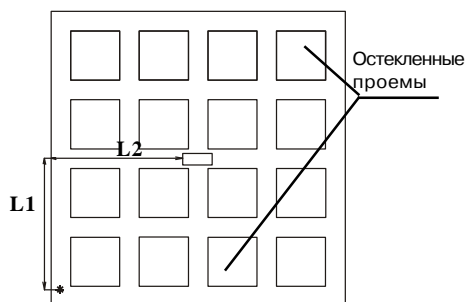

Рис.5 Защита переплета оконной рамы
- непосредственно на охраняемую стеклянную поверхность (рис. 5). Для этого крепежное устройство удобно разместить в отверстии цементного шва, соединяющего стеклоблоки между собой, по методике установки извещателя на кирпичную или бетонную конструкцию;